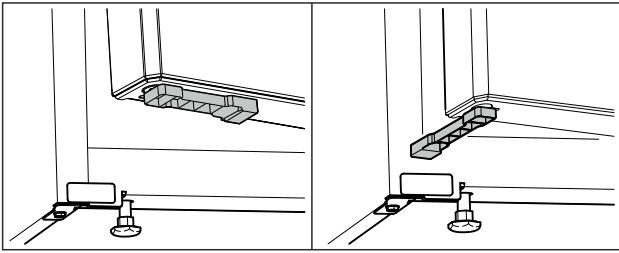

Fig. 75 *
- ▶ Türabstandshalter um 90° drehen. (siehe Fig. 75) *